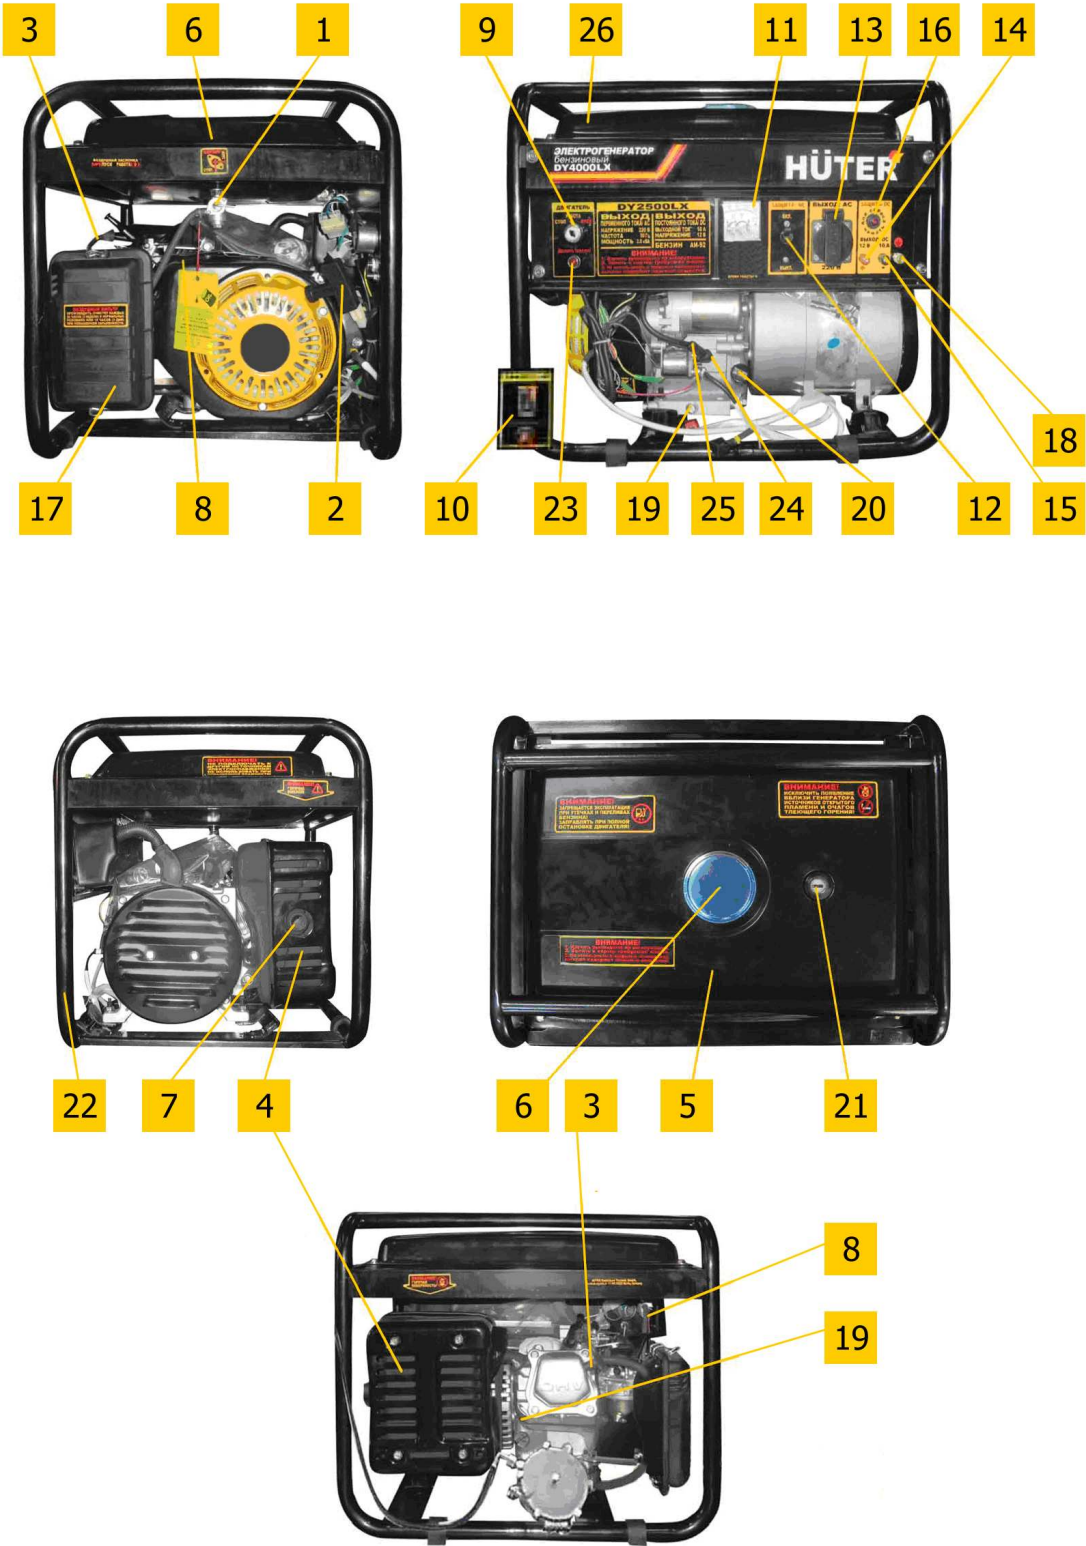
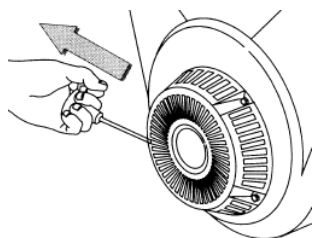

Рис. 1
Рис. 2
- Вывинтить щуп (поз.20 рис.1) и залить в картер масло соответствующего типа (таблица 2) до нижнего края горловины. Вставить чистый сухой щуп в горловину картера и вынуть его. Проверить уровень масла: граница смоченной области щупа должна располагаться между отметками минимального и максимального уровней.
– При установке генератора следует подключить к резьбовой клемме (поз.18 рис. 1) проводник заземляющего устройства, удовлетворяющего требованиям раздела «Обеспечение требований безопасности».
- Отключить все потребители переменного тока от генератора, переведя рычаг автоматического выключателя (поз. 12 рис. 1) в отключенное положение «0», отсоединить потребители постоянного тока от клемм (поз. 14, 15 рис. 1).
- Открыть топливный кран (поз. 1 рис. 1, см. также рис. 3)
- Перевести рычаг управления воздушной заслонкой (поз. 8 рис. 1) в крайнее левое положение при пуске холодного двигателя и в промежуточное положение при пуске прогретого двигателя
- Перевести выключатель двигателя (поз. 9 рис. 1) в отключенное положение «0».
- Плавно вытянуть до упора трос ручного стартера за ручку (поз. 2 рис. 1) и вернуть в исходное положение (см. также рис. 2).
- Перевести выключатель двигателя (поз. 9 рис. 1) во включенное положение «1».
- При ручном пуске придерживая генератор за раму, резко с интенсивным усилием вытянуть трос стартера до упора (рис. 2), повторив действие несколько раз при необходимости. Если двигатель не запускается, следует изменить положение рычага воздушной заслонки, сдвигая его вправо тем больше, чем выше температура двигателя и окружающего воздуха, затем повторить пуск с помощью стартера. Включение электрического стартера производится поворотом ключа выключателя (поз.9 рис.1) в крайнее правое положение «пуск». Сразу после пуска двигателя отпустить ключ для обеспечения его самовозврата в среднее положение. При срабатывании защиты (поз.26 рис.1) нажать сброс после остывания автоматического выключателя.
- При работе на бензине после прогрева двигателя в течение времени около 10-40 секунд, в зависимости от начальной температуры, перевести рычаг заслонки (поз. 8 рис. 1) в крайнее правое положение, если при этом двигатель работает неустойчиво вернуть рычаг заслонки (поз. 8) в прежнее положение и обеспечить завершение прогрева.
- Подключить к разъемам генератора потребители, соответствующие требованиям раздела «Обеспечение требований безопасности». Полная мощность (сумма активной и реактивной мощностей) всех подключаемых потребителей в стационарном режиме не должна превышать значений номинальной мощности, указанных в Таблице 1. Не допускается длительное превышение номинальной мощности более, чем на 10% свыше номинального значения. Включить автоматический выключатель (поз. 12 рис. 1), установив его рычаг управления в положение «1».
- При работающем генераторе отключить автоматический выключатель (поз. 12 рис. 1), отсоединить потребители постоянного тока от клемм.
- Закрыть топливный кран (поз. 1 рис. 1).
- 6.1 Наличие и величина напряжения переменного тока индицируется и измеряется вольтметром (поз. 11 рис. 1).
- 6.2 Причиной отсутствия напряжения при работающем генераторе может служить срабатывание автоматических выключателей защиты цепей от перегрузки (поз. 12, 16 рис.1). В этом случае следует устранить причину перегрузки и нажать кнопку или клавишу сброса соответствующего автоматического выключателя после его остывания.